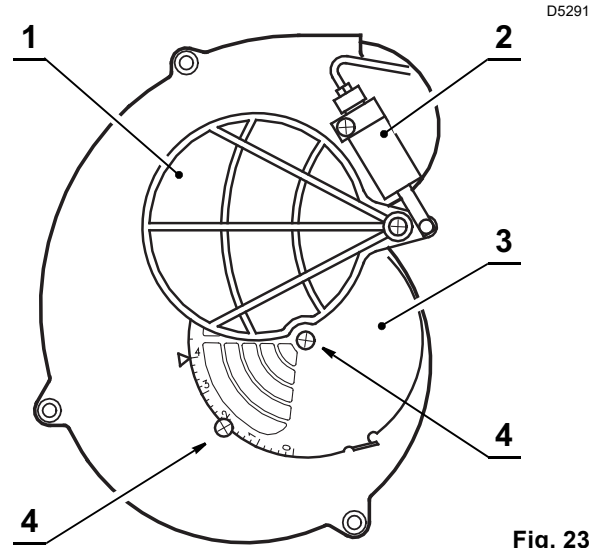

Fig. 23
- S'il est nécessaire, varier le débit d'air, desserrer la vis du capot, enlever ce dernier, agir sur le volet d'air, remonter le capot et alors reconstrôler l'indice de noircissement (Fig. 23).